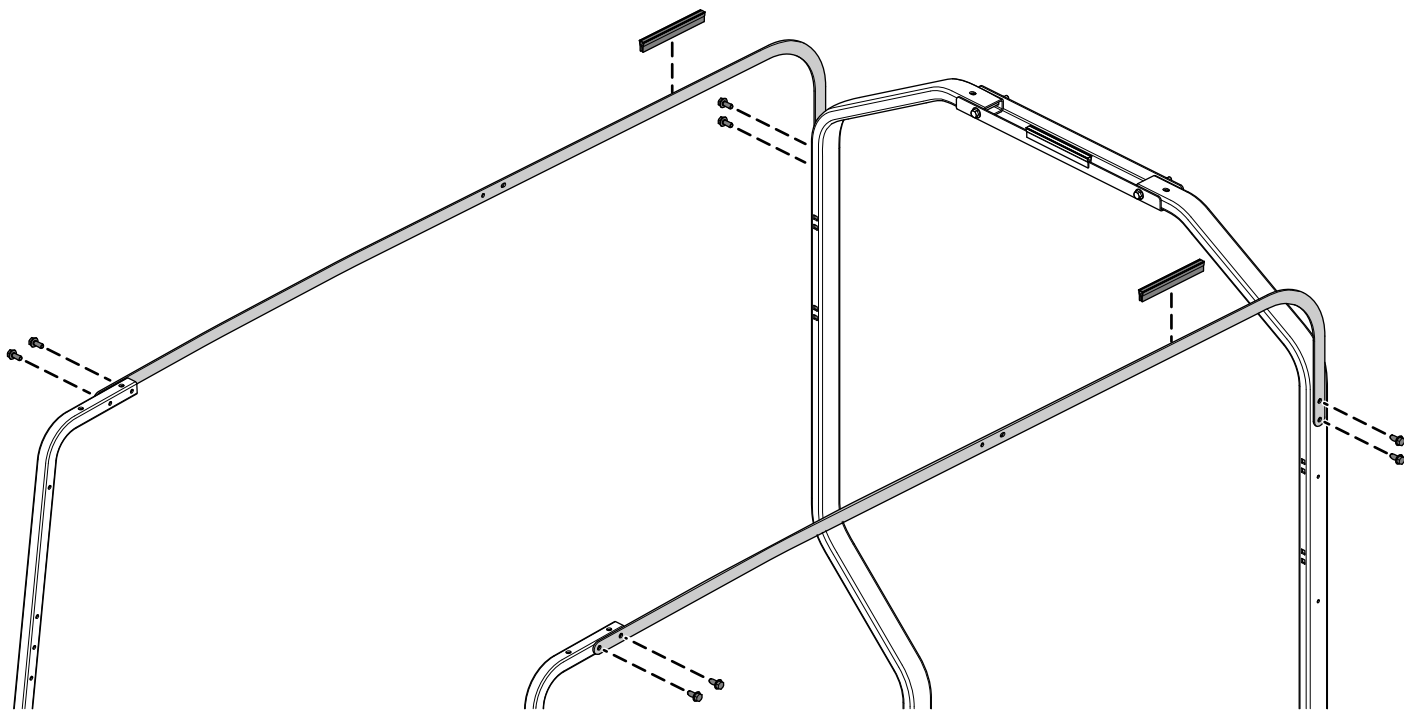

图14
1. 如图14所示用 8 个六角垫圈头螺栓 5/16 x ¾ 英寸将 2 个长顶篷支撑托架固定至前、后安装管。
2. 将 2 个修整密封条安装至 2 长顶篷支撑托架图14。